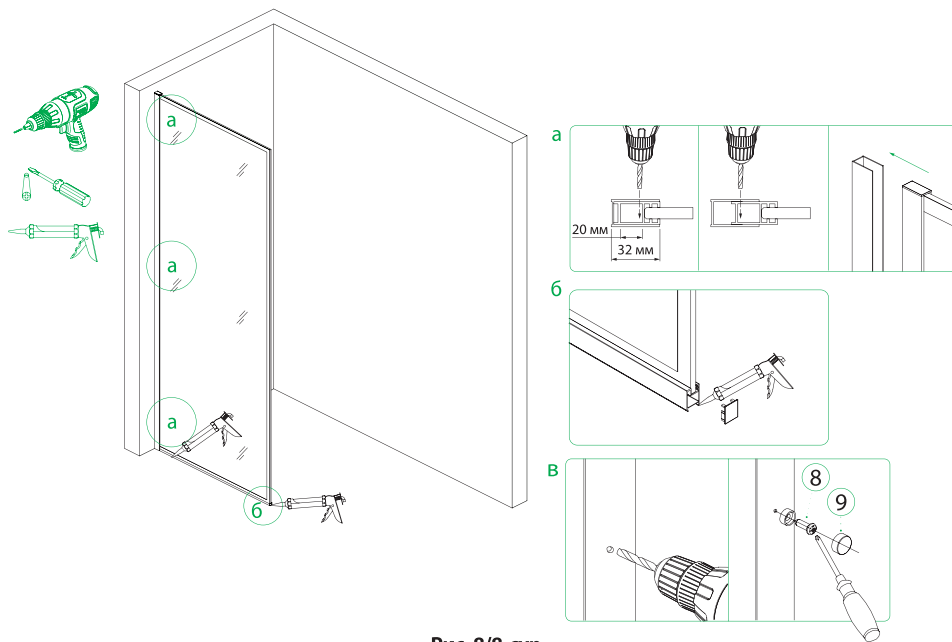

Рис. 8/8-сур.
- Установите собранное закаленное стекло в пристенный профиль (рис. 8-а), предварительно обработав напольный профиль санитарным силиконовым герметиком со стороны пола (рис. 8-б). Установите заглушки на пристенный и напольный профили (рис. 8-в).